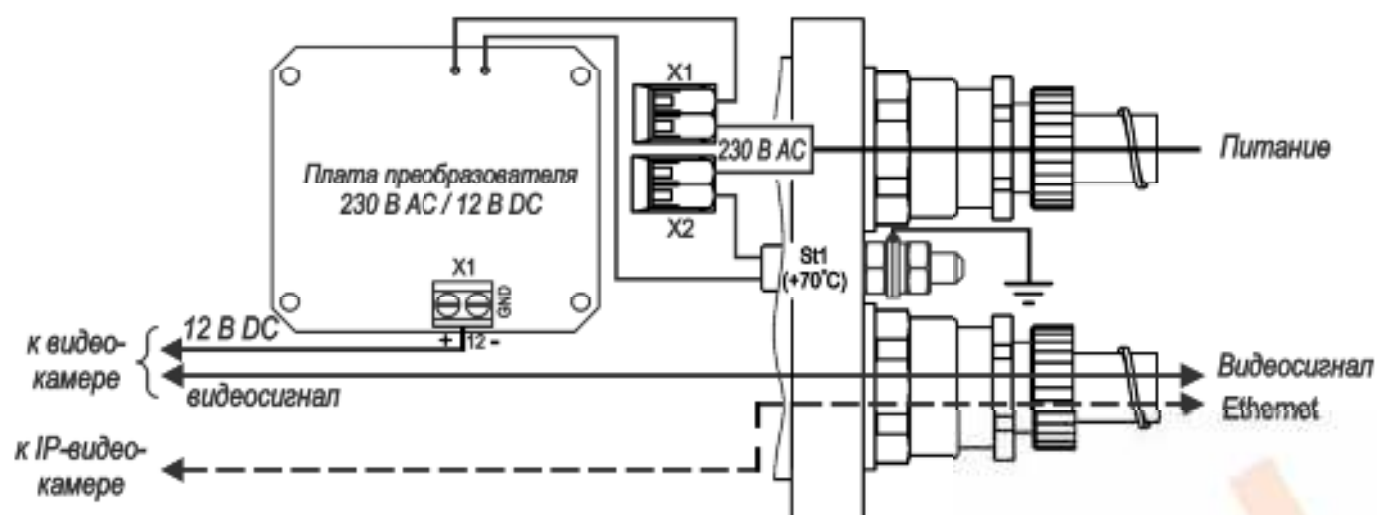

Рисунок 5 – Подключение ТГБ-4М Ex IIC-220/12
6. Для ТГБ-4М Ex IIC-PoE+ подключить внешний кабель UTP кат.5е к инжектору или коммутатору, при этом на модуле для видеокамеры загорится индикатор «PoE» и при плюсовой температуре, загорится индикатор «+12 В» (рисунок 5)